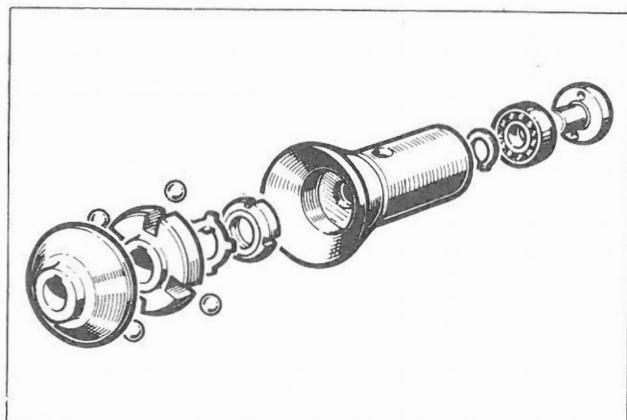

Fig. 52
1. Check balls, ball holder bell, shaft, and bushing. Replace all worn parts (Fig. 52).
- Vérifier les sphères, cloches porte-sphères, arbre et douilles et remplacer les pièces usagées (fig.52).